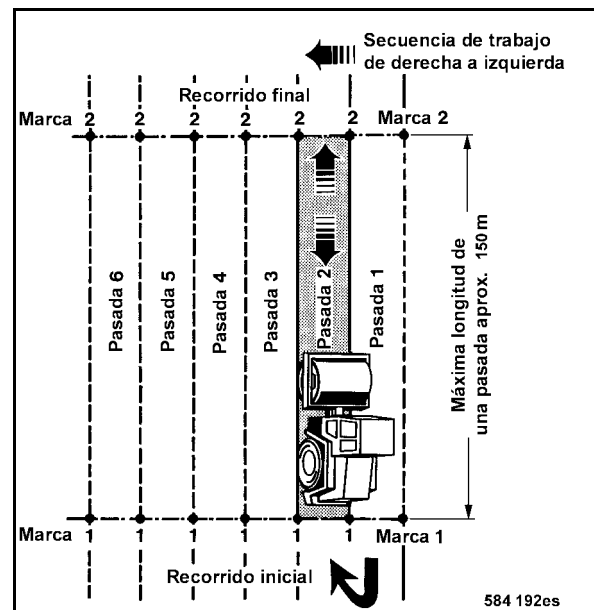

Fig. 112
- Para el registro de datos hay que repetir el proceso de compactación por completo en la siguiente trayectoria (Fig. 112).